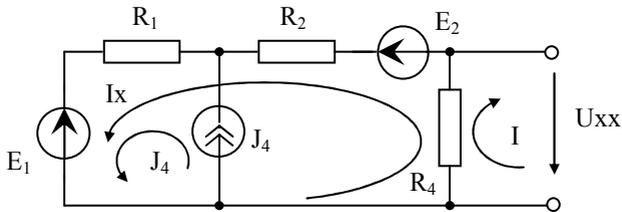

Рис. 5
1. Разрываем цепь в указанном нами участке. Находим  $U_{XX}$  по второму закону Кирхгофа, для этого рассматриваем контур I в схеме рис. 5.